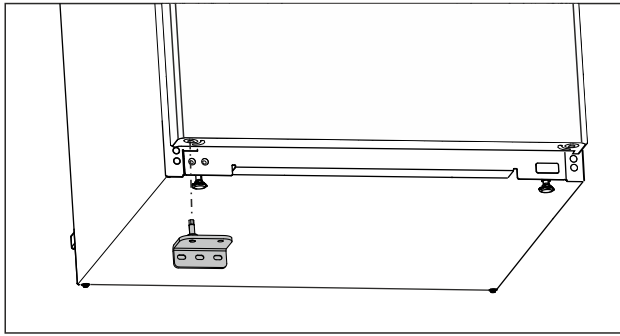

Fig. 23
- Поставете долната лагерна стойка от другата страна. (виж Fig. 23)